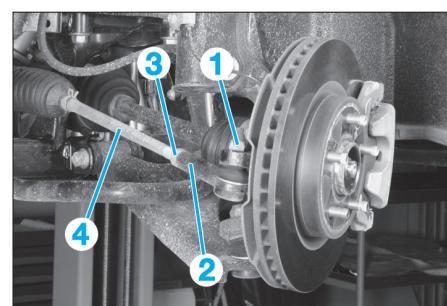

FIG. 18
- Déposer l'écrou (1) puis à l'aide d'un arrache-roue, extraire la rotule de direction (2) du pivot (**Fig.18**).
- Desserrer le contre-écrou (3) de réglage de parallélisme et dévisser la rotule de direction (2) en maintenant la biellette (4) avec une clé plate.